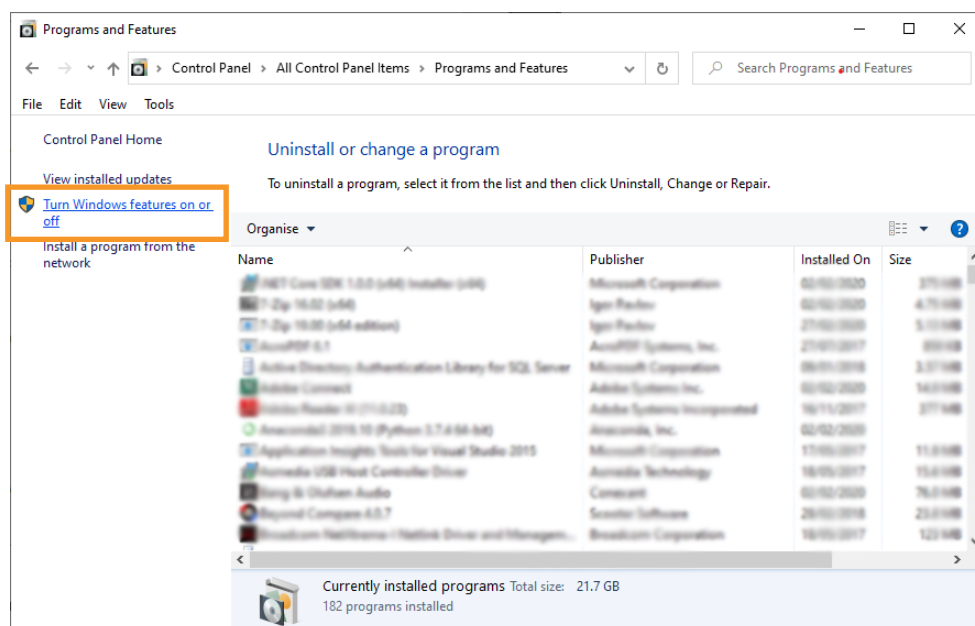

Figura 27 Selezionare “Attivazione o disattivazione delle funzionalità Windows”
3. Selezionare “Attivazione o disattivazione delle funzionalità Windows” (vedere Figura 27).